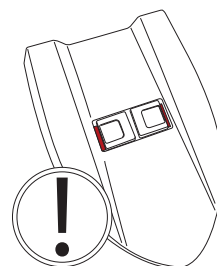

Fig.20
- Aplique uma pressão sobre a tampa sentir o engate dos dois fechos deslizantes no depósito de recolha; os dois fechos deverão deslocar-se ambos para fora da tampa (Fig.20).
A tampa está instalada corretamente quando o fundo VERMELHO presente nas sedes dos dois fechos **NÃO** está visível (Fig.20).